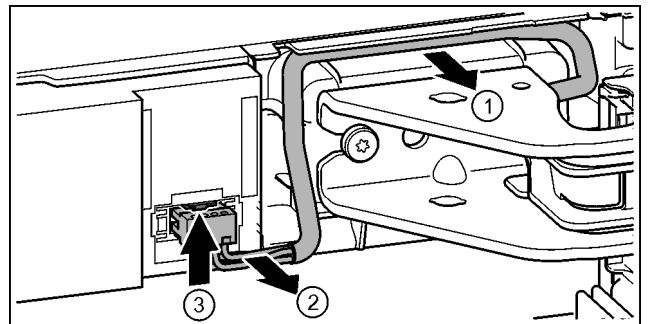

Fig. 18
- ▶ Обережно від'єднайте кабель над опорним кронштейном від направляючої. Fig. 18 (1)
- ▶ Обережно витягніть жили кабелю із каналу. Fig. 18 (2)
- ▶ Притисніть з'єднувальну накладку догори та обережно витягніть штекер. Fig. 18 (3)